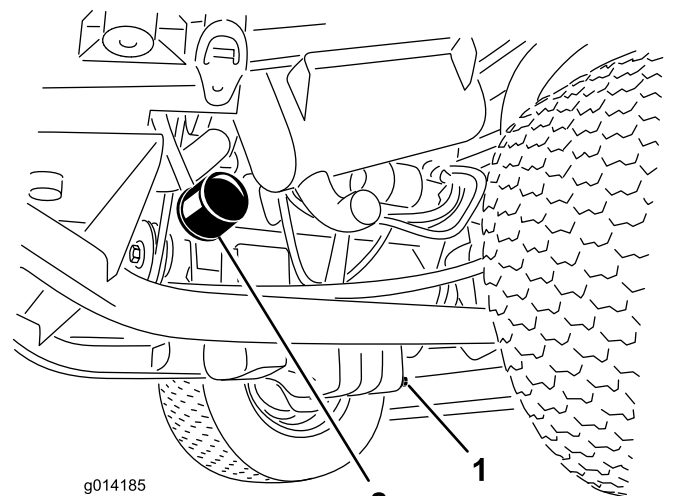

Bild 33
1. Entfernen Sie die Ablassschraube (Bild 33) und lassen Sie das Öl in die Auffangwanne ab.
3. Entfernen Sie den Ölfiter (Bild 33).